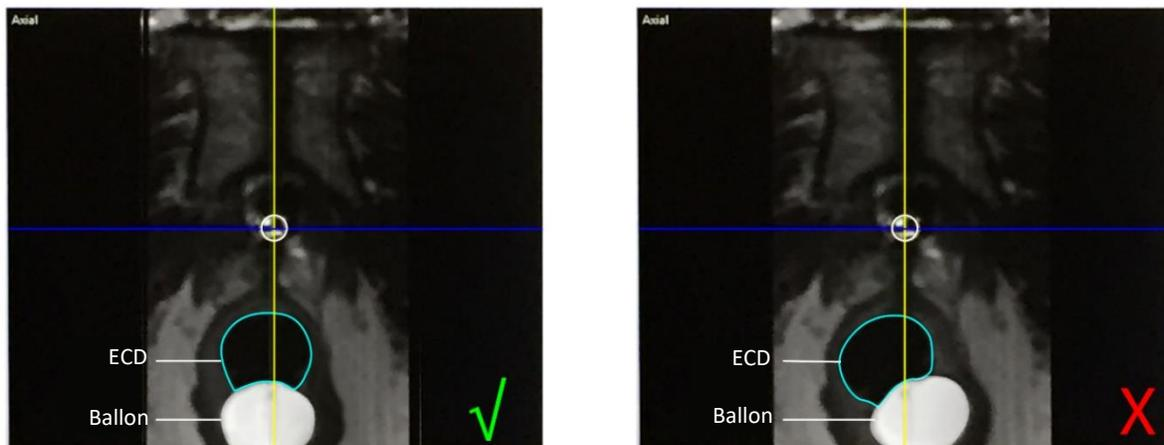

Abbildung 63: Mitte des Kühlfensters
2. **Radiologe:** Bestätigen Sie, dass die ECD-Platzierung optimal ist (*Abbildung 63*):